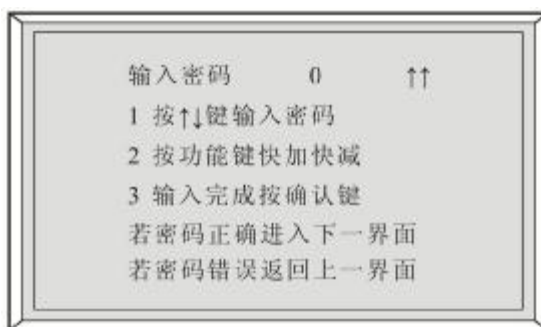

图 4-3-2 密码输入界面
1) 密码功能：开/关。若密码功能设置为“开”，在功能菜单下，进入“设置 XX 组”、“设置仪器”和“补偿测试”时，测试仪会先进入密码输入界面，提示输入密码，如图 4-3-2 所示，以防止非专业人员对仪器设置的随意改动。